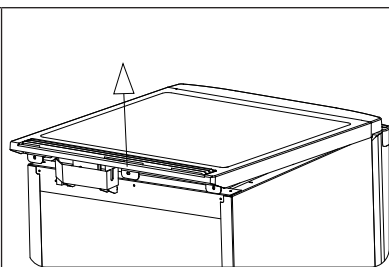
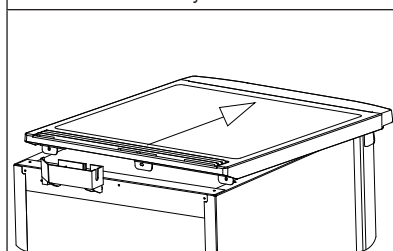

Рисунок 2
Рисунок 3
2. Приподнимите край столешницы (см. рис. 2) и движением от себя (см. рис. 3), снимите ее.